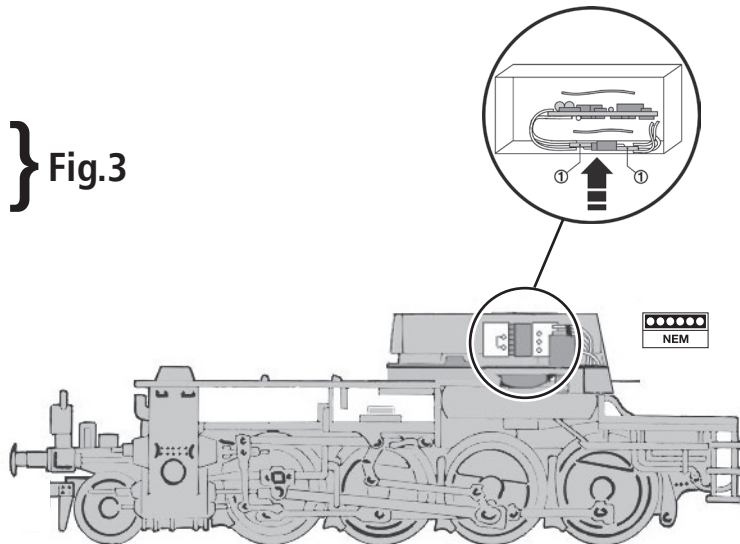
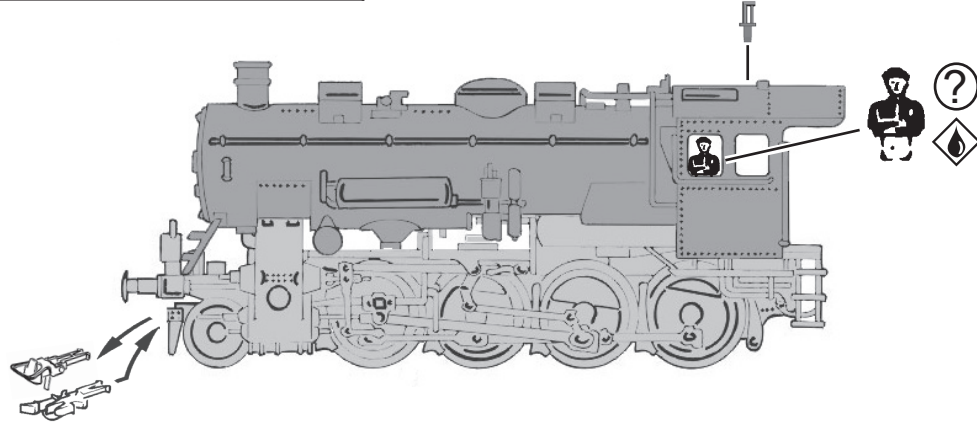

Fig. 9
Fig. 4
Zuerst das Tendergehäuse abnehmen (Fig. 4) Danach den Brückenstecker aus der Schnittstelle entfernen (diesen sorgsam aufbewahren). Zuletzt den Stecker des Steuerbausteins lagerichtig einsetzen (siehe Fig. 7).
1. Schmierung: Versehen Sie die im Schmierplan in Fig. 6 gekennzeichneten Stellen mit nur **kleinen Öltropfen**. Dazu zuerst das Lok- bzw Tendergehäuse abnehmen (Fig. 3, Fig. 4). Wir empfehlen den ROCO **Öler Art.-Nr. 10906**. Fürs Schmieren der Getriebeteile (Zahnräder, Schnecke) empfehlen wir das **ROCO-Spezialfett Art.-Nr. 10905**. Im Falle der Schmierung diese Teile **nicht ölen**.
2. Lämpchenwechsel: Bitte nehmen Sie zuerst das Lokgehäuse bzw. das Tendergehäuse ab (Fig. 3, Fig. 4). Dazu Tendergehäuse seitlich aufspreizen und nach oben abziehen. Lampenkontakt leicht nach hinten biegen. Glühlampe aus der Fassung nehmen (Fig. 5).
4. Motorwechsel: Tendergehäuse abnehmen (Fig. 4). Dazu Tendergehäuse seitlich aufspreizen und nach oben abziehen. Danach wird der **Motor ausgebaut** (Fig. 9).
First remove Tender body (fig. 4). Then remove the jumper from the interface. Finally put the plug of the chip into the interface as shown in fig. 7.
1. Lubrication: Apply **tiny oil drops** to spots marked in fig. 6. Prior to lubrication dismantle the loco body or the tender body (fig. 3, fig. 4). We recommend using item no. **10906, ROCO oiler**. For lubrication the gearparts (e.g. cogwheels, worm) we would recommend our ROCO **special grease** (item no. **10905**).
2. Change of lights: First remove loco body and the tender body (fig. 3, fig. 4). Pull out the sides of the body a little and pull upwards. Gently bend the bulb contact strip backwards. Remove the bulb from the socket (fig. 5).
4. Motor Changing: First remove tender body (fig. 4). Pull out the sides of the body a little and pull upwards and then remove the motor (fig. 9).
Exploitation en télécommande multi-trains: Veuillez démonter d'abord la caisse du tender (fig. 4). Enlevez ensuite la fiche de shuntage de l'interface (à conserver!) et enfichez finalement la fiche du module de télécommande aux prises de l'interface. Veillez à la position correcte de la fiche (voir fig. 7).
1. Graissage: N'appliquez **qu'une toute petite goutte** aux endroits indiqués par le plan de graissage (fig. 6) après avoir démonté la caisse du locomotive/tender (fig. 3, fig. 4). Nous vous recommandons **le graisseur à huile ROCO réf. 10906**. Pour graisser les engrenages (roues dentées, vis sans fin) nous vous conseillons la **graisse spéciale ROCO réf. 10905** pour engrenages en matières synthétiques. Lorsque vous utilisez cette graisse il faut éviter d'huiler ces composants.
2. Remplacement des ampoules: Veuillez démonter d'abord la caisse de votre locomotive et la caisse du tender (fig. 3, fig. 4). Pour cela il faut écarter légèrement les parois et soulever la carrosserie. Ecartez délicatement le contact de la lampe. Sortir la lampe de son logement (fig. 5).
4. Remplacement du moteur: Démontez la caisse du tender (voir fig. 4). Pour cela il faut écarter légèrement les parois et soulever la carrosserie. Sortez ensuite le moteur de son logement (voir fig. 9).
1. siehe } Fig.4
voir } Fig.3 / Fig. 4